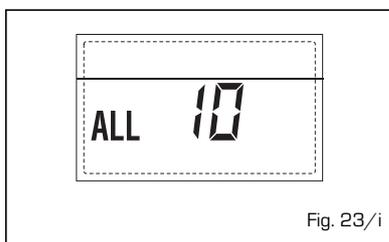

Fig. 23/i
- INTERVENTO SONDA FUMI "ALL 13" (fig. 23/l)